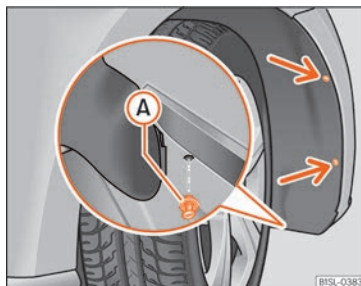

Abb. 50 Radhaus vorn rechts: Zugang zu der Glühlampe
- 2 Befestigungsschrauben der Radhausverkleidung **»» Abb. 50** (Pfeile) mit dem Schraubendreher aus dem Bordwerkzeug herausdrehen **»» Seite 37**.
- Spreizniete in die Radhausverkleidung und den Stoßfänger einsetzen und vollständig hineindrücken **» Abb. 50 A**.
- Die 2 Befestigungsschrauben **» Abb. 50** (Pfeile) mit dem Schraubendreher festdrehen.